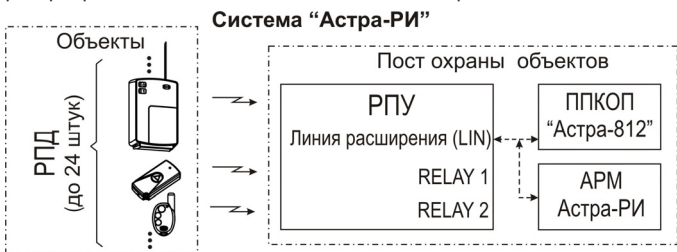

Рисунок 2
**Система "Астра-РИ"** – система беспроводной охранно-пожарной сигнализации "Астра-РИ", предназначенная для охраны удаленных объектов (рисунок 2);
**1.5** РПУ может работать в **автономном** режиме без ППКОП "Астра-812" (разделы 7 и 9) или **расширенном** режиме с применением ППКОП "Астра-812" (рисунок 2). Сведения по работе РПУ в расширенном режиме приведены в руководстве по эксплуатации на ППКОП "Астра-812".